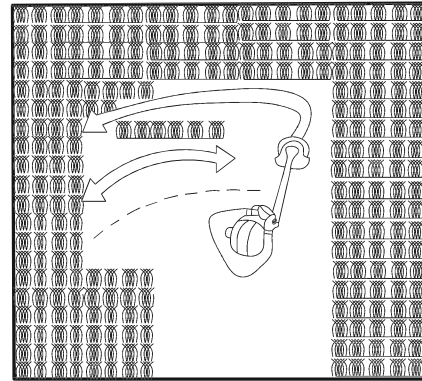

Fig. 34
5. Mova o produto descrevendo um movimento em arco lento e regular, da esquerda para a direita, antes de deslocar novamente para a posição inicial para aparar a área seguinte (Fig. 34).